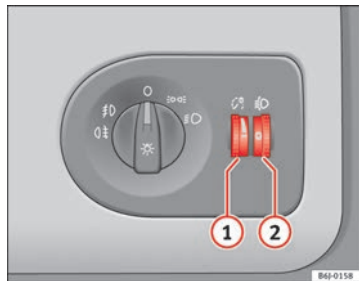

Fig. 55 Plancia porta-strumenti: regolatori dell'intensità di illuminazione degli strumenti e degli interruttori e regolatore assetto fari
Quando le luci sono accese è possibile regolare l'intensità di illuminazione degli strumenti e degli interruttori servendosi della rotella zigrinata → fig. 55 ①.